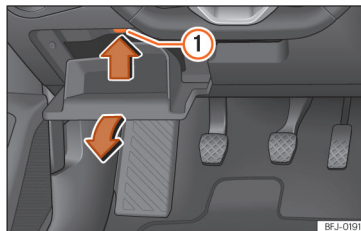

Рис. 229 Кришка блока запобіжників у передній панелі з боку водія.
- Відкрийте відділення для речей із боку водія >>> **рис. 229**.
- Натиснувши на язичок >>> **рис. 229** ① угору, вивільніть кришку відділення, щоб отримати доступ до блока запобіжників.